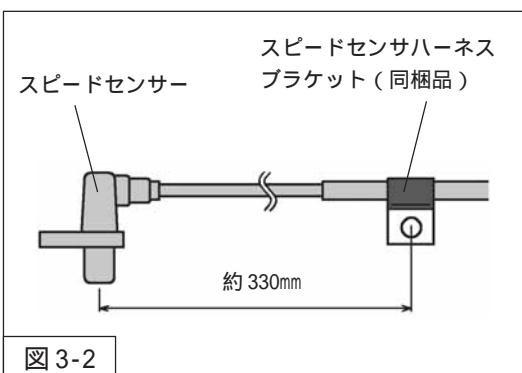

図3-2
- スピードセンサハーネスブラケット（同梱品）を、スピードセンサー中心から約330mmの位置に取付けてください。（図3-2）